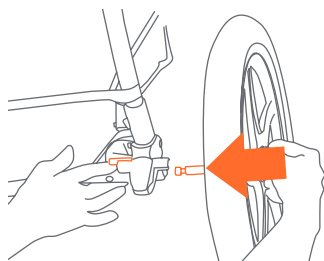

Fig. 6
- 6) • Inclíne el carrito hacia delante de modo que se apoye en la rueda delantera. Para colocar las ruedas traseras, empuje el eje de cada rueda dentro del accesorio plástico de la esquina (Fig. 6). Baje la palanca metálica que está dentro del accesorio de la esquina mientras empuja el eje hacia el interior del mismo. Cuando no pueda empujar más la rueda, suelte la palanca.